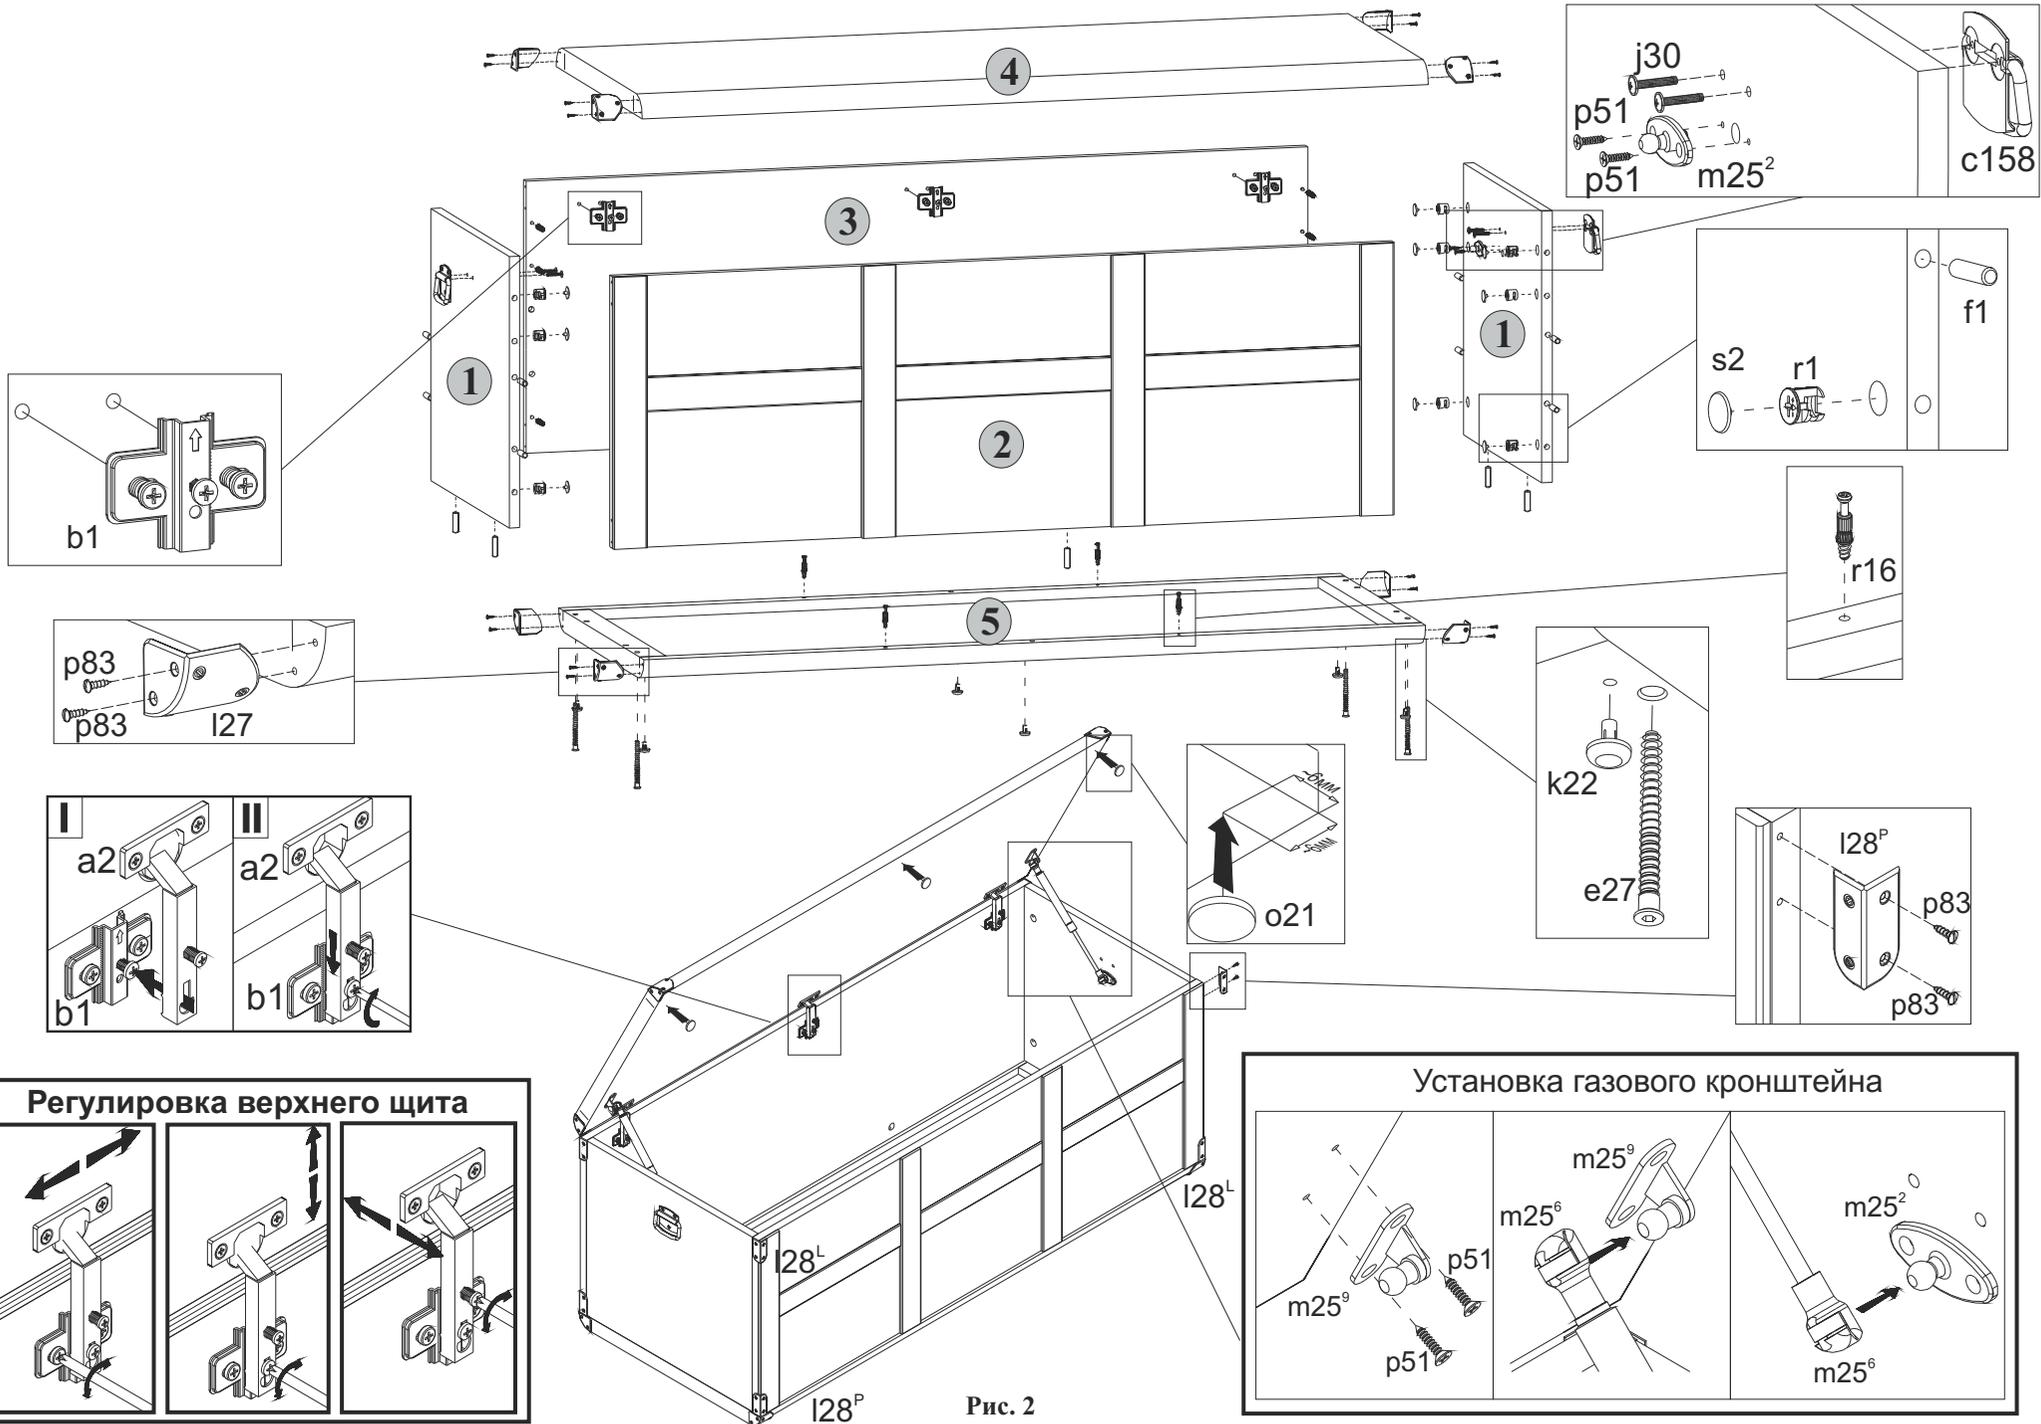

Рис. 2
5.2 В отверстия диаметром **8 мм** на передних, задних и нижних кромках стенок боковых **1**, на нижней кромке стенки передней **2**, на нижней кромке плиты задней **3** вбить деревянные шканты **f1** (**см.рис. 2**).
5.3 На внутренних поверхностях стенок боковых **1** в отверстия диаметром **3 мм** (кернения) шурупами **p51** закрепить шарнирные элементы **m25²** газовых кронштейнов **m25⁶**, пользуясь крестообразной отверткой (**см.рис.2**).
5.4 На внутренних поверхностях стенок боковых **1** в отверстия диаметром **15 мм** вставить стяжки эксцентрикивые **r1** (**см.рис. 2**).
5.6 В оставшиеся отверстия диаметром **5 мм** на внутренней поверхности плиты задней **3**, в отверстия диаметром **5 мм** на внутренней поверхности стенки передней **2**, а также в отверстия диаметром **5 мм** на верхней поверхности щита нижнего **5** вкрутить винты стяжки **r16**, пользуясь крестообразной отверткой (**см.рис. 2**).
5.7 В отверстия диаметром **4,5 мм** на нижней поверхности щита нижнего **5** вставить опоры полимерные **k22** (подпятники) (**см.рис. 2**).
5.9 К стенкам боковым **1**, стенке передней **2** и плите задней **3** присоединить щит нижний **5** стянуть еврошурупами **e1**, пользуясь специальным ключом **z1** из комплекта фурнитуры (**см.рис. 2**).
5.12 Положить щит верхний **4** верхней поверхностью вниз на ровную поверхность. Закрепить на щите верхнем **4** петли шарнирные **a2**, пользуясь крестообразной отверткой (**см.рис.2**).
5.14 На внутренней поверхности щита верхнего **4** шурупами **p51** закрепить шарнирные элементы **m25⁹**, газовых кронштейнов **m25⁶**, пользуясь крестообразной отверткой (**см.рис.2**).
5.16 Навесить щит верхний **4** на корпус тумбы, совместив петли шарнирные **a2** с направляющими петель **b1** (**см.рис.2**). При необходимости отрегулировать положение щита верхнего вращая регулировочные винты, как показано на **рисунке 2**.